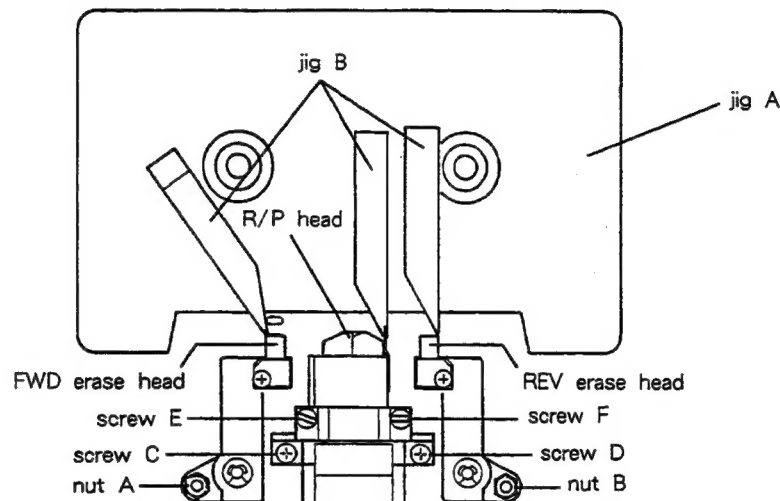

Fig. 2-6
- 1). Set jig A as shown in Fig. 2-6, then set the deck to FWD/PLAY mode.
If it doesn't, adjust Allen nut A shown in Fig. 2-6.
- If the head is both high (or low) in FWD and REV modes, replace the spacer under screws C and D (Fig. 2-6) with a thin (or thick) one. (Add or remove the same number of spacers with the same thickness for both screws C and D.)
- 1). 図2-6のように治具Aをセットし、FWD/PLAYモードにする。
そうでない場合は、図2-6の六角ナットAを調整する。
- FWD, REVでヘッドの高さが共に高い(低い)場合、ネジC, D (図2-6) の下のスペーサーを板厚の薄い(厚い)ものに換える。(C, D共同じ厚さのスペーサーを同枚数増減すること)
- 7). Play back the 10 kHz signal on test tape MTT-256 in FWD/PLAY mode, then adjust FWD azimuth adjustment screw E (Fig. 2-6) so that the phase difference between the L and R channels is 0°.
- 7). FWD/PLAYモードでテスト・テープ MTT-256の 10kHzを再生して、LchとRchの位相差が 0° になるようにFWD用アジマス調整ネジE (図2-6) を調整する。